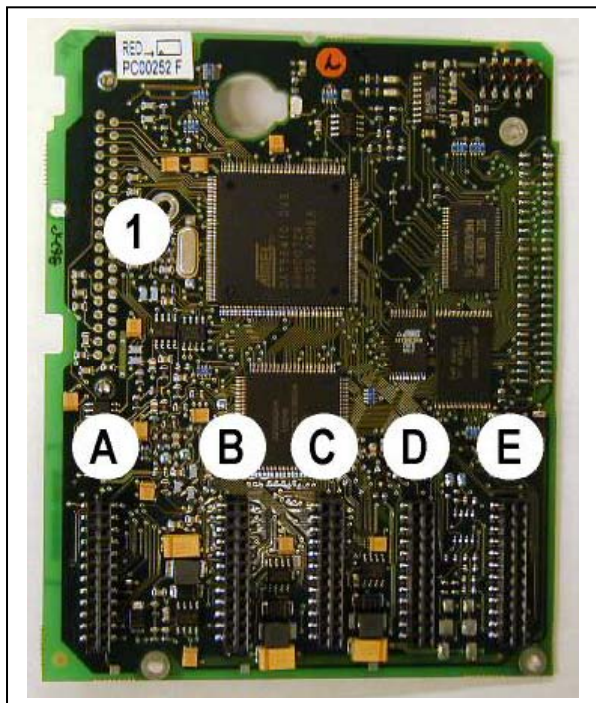

Рисунок 6-21. Плата управления NX
Блок управления преобразователя частоты состоит из платы управления и дополнительных плат, устанавливаемых в пять *параллельных слотов* (А–Е), расположенных на плате управления (см. рис. 6-21 и 6-22). Плата управления соединена с силовым блоком D-соединителем (1) или оптоволоконными кабелями (FR9).